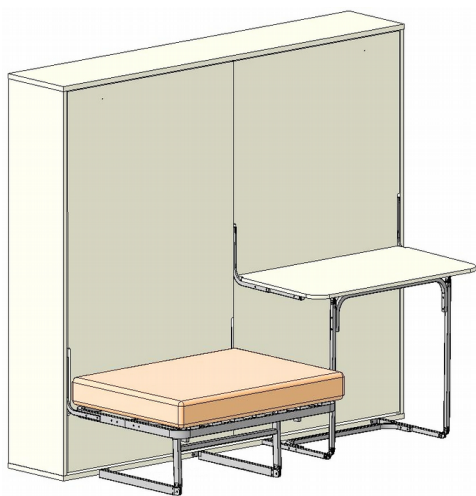

Рис.33.1 Диван и стол разложены
43. Одновременно установленные стол и диван представлены на рис. 33.1 и 33.2